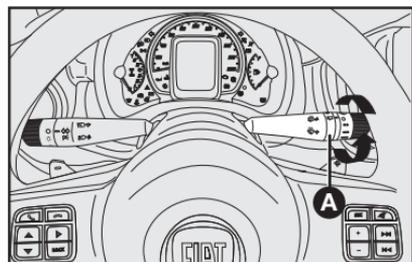

fig. 68
### Limpador/lavador do vidro traseiro - fig. 68 e 69
1) Girar a empunhadura **A-fig. 68** da posição **O** para ;